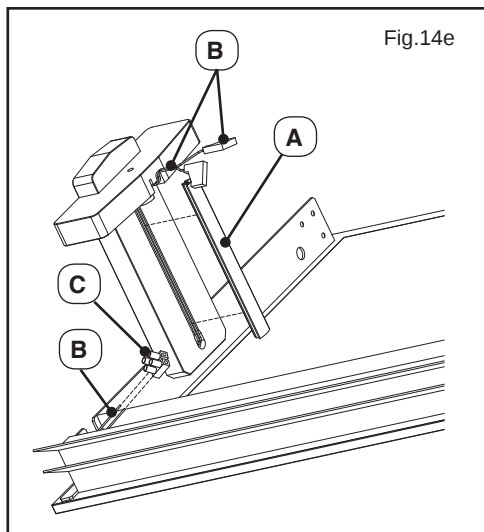

Fig.14e
- Extraire le joint A qui couvre la fente au centre du support de l'étagère (Fig. 14e) ;
- Insérer le fil dans le trou et dans la fente du support de l'étagère (Fig. 14e) ;